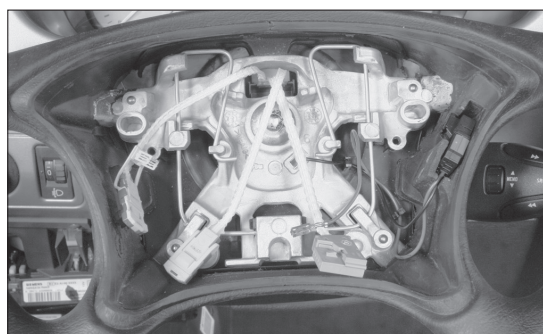

FIG. 3
- Dégager partiellement le module du volant afin de pouvoir débrancher les connecteurs électriques avant de le déposer (Fig.3).